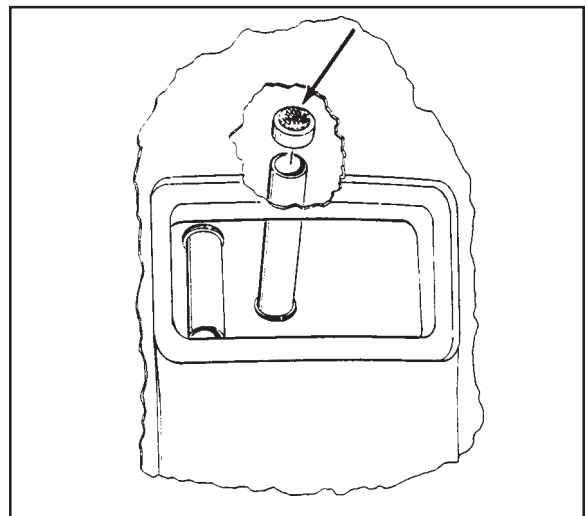

Figure 4
9. Enlever tout dépôt de fibres et peluches sur le filtre de la pompe d'aspiration. Ce filtre se trouve à l'extrémité du tuyau fixe, derrière le couvercle du réservoir de récupération. (Voir Fig. 4)